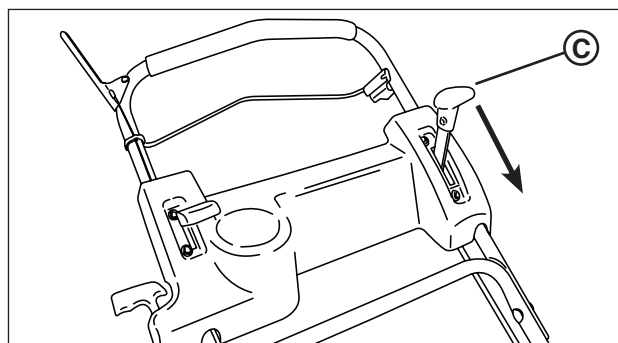

Figure 25: La commande de vitesse de déplacement
1. Déplacez la commande de vitesse de déplacement (**A, Figure 25**) à la position « rapide ».